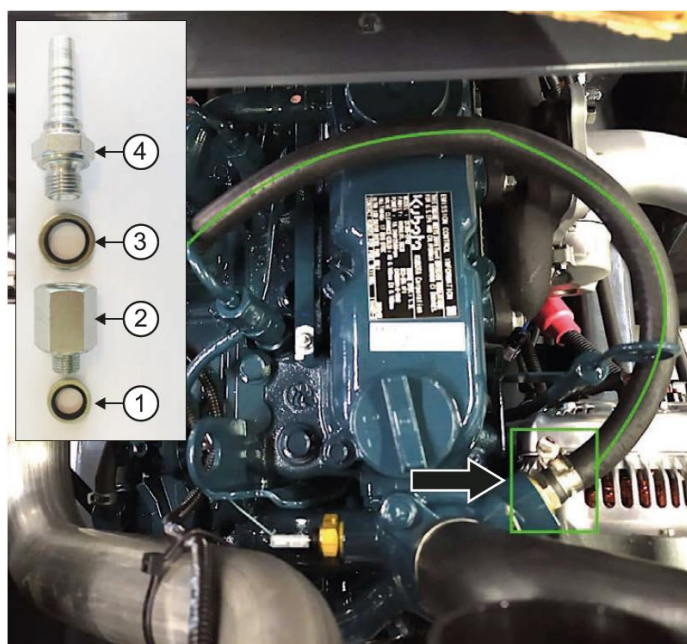

РИС.21
Вместо демонтированного датчика установите фитинг F1/4"- M1/8" через резинометаллическую шайбу 1/8" (1) Присоедините ниппель (4) через резинометаллическую шайбу 1/4" (3) к фитингу. Наденьте шланг на ниппель и зафиксируйте его при помощи стального хомута (РИС.21)